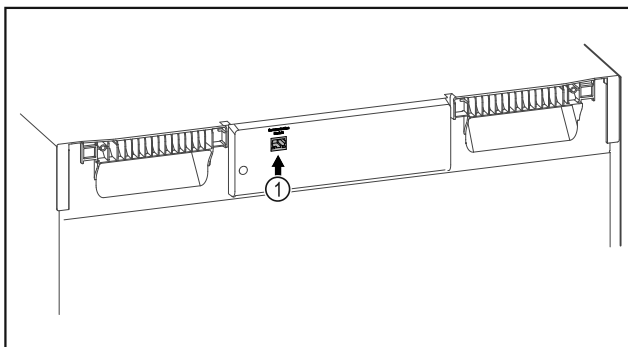

Fig. 140
- Moduli SmartModule Fig. 140 (1) është vendosur.